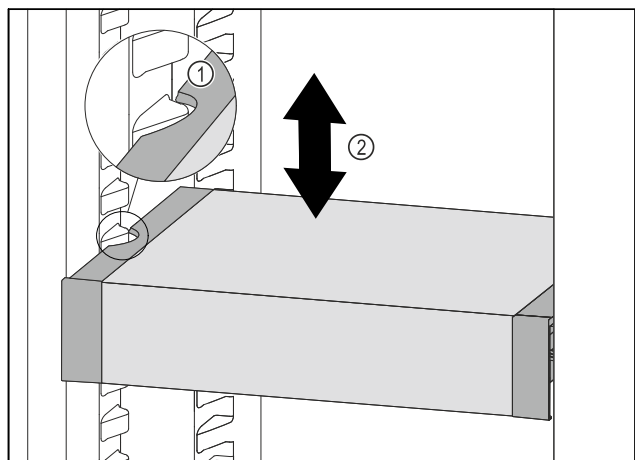

Fig. 77
- Tirer le VarioSafe vers l'avant jusqu'à ce que les encoches latérales du VarioSafe soient à la hauteur de la nervure du bac dans la partie réfrigérateur. Fig. 77 (1)
- Déplacer le VarioSafe vers le haut ou vers le bas dans la partie réfrigérateur jusqu'à ce que la hauteur souhaitée soit atteinte. Fig. 77 (2)